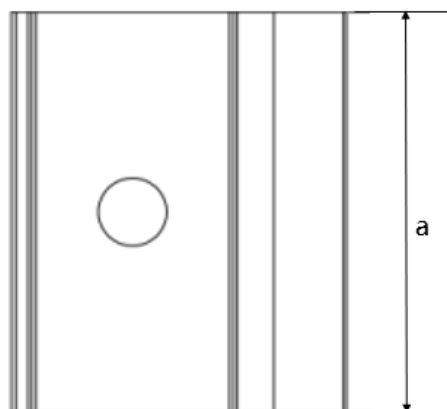
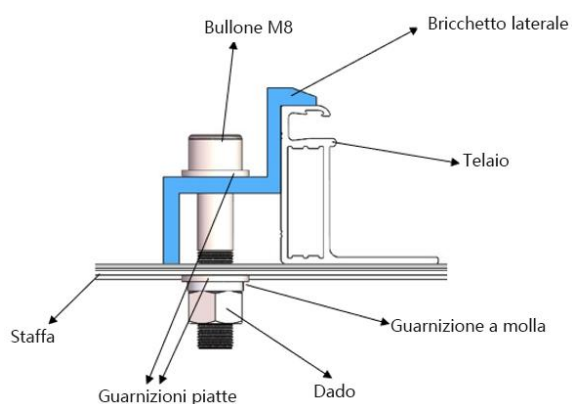

Fig. 7 Vista dall'alto del morsetto marginale
Fig. 11 Diagramma di installazione del morsetto
- ③ La superficie superiore della barra a contatto con il telaio del modulo deve essere dotata di scanalature compatibili con un bullone M8.
- ④ Se le scanalature non sono presenti, può essere necessario praticare dei fori di diametro adeguato per consentire il fissaggio dei bulloni alla barra negli stessi punti indicati sopra.
- ⑤ Assicurarsi che la sequenza di montaggio di ciascun morsetto segua l'ordine di rondella piatta, rondella elastica e dado.
- ⑥ Le Figure 7 e 10 mostrano lo schema del morsetto, mentre le Figure 11 e 12 mostrano lo schema di installazione del morsetto. Le dimensioni della morsa sono le seguenti: Lunghezza ( $a$ )  $\geq 50$  mm, con uno spessore minimo di 4 mm e una sovrapposizione con il telaio ( $d$ )  $\geq 10$  mm; oppure Lunghezza ( $a$ )  $\geq 60$  mm, con uno spessore minimo di 3 mm e una sovrapposizione con il telaio ( $d$ )  $\geq 8$  mm. La sezione della morsa può essere modificata a condizione di garantire un'installazione affidabile e non deve estendersi oltre il telaio per evitare il contatto con il vetro.
- ⑦ I moduli di dimensioni pari o superiori a 2384\*1303 mm sono adatti solo per una dimensione della morsa di lunghezza ( $a$ )  $\geq 60$  mm.
- ⑧ La coppia di serraggio consigliata è di 17~23 N•m per viti e bulloni di Classe 8.8.